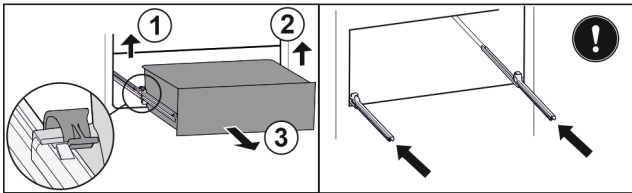

Fig. 197
- Soulever la bride gauche et tirer dans le même temps la partie gauche du tiroir vers l'avant. Fig. 197 (1)
- Soulever la bride droite et tirer dans le même temps la partie droite du tiroir vers l'avant. Fig. 197 (2)
- Retirer le tiroir par l'avant. Fig. 197 (3)